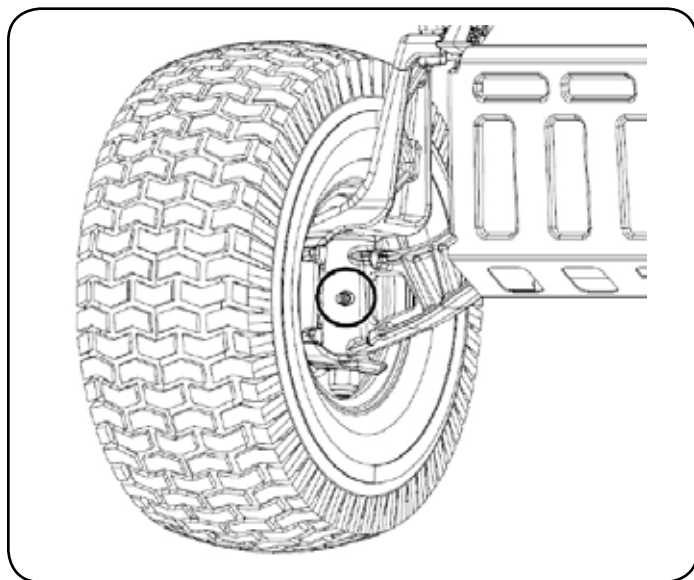

Figura 18
- Para elevar el frente de la plataforma, afloje la tuerca exterior y apriete (rosca hacia adentro) la tuerca contra el soporte de suspensión delantera. Consulte la Figura 18. Cuando se logra el ajuste correcto, vuelva a apretar la tuerca externa hasta 25-30 pies-libras.
- Para bajar el frente de la plataforma, afloje la tuerca exterior y luego afloje (rosca hacia afuera) la tuerca, alejándola del soporte de suspensión delantera. Consulte la Figura 18. Cuando se logra el ajuste correcto, vuelva a apretar la tuerca externa.